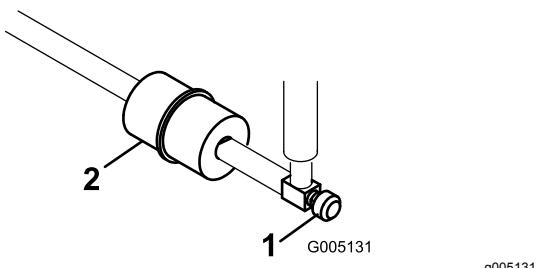

Figura 44
Il filtro del carburante in linea si trova nella linea del carburante tra il serbatoio del carburante e il carburatore (Figura 44).
1. Chiudete la valvola di intercettazione del carburante (Figura 44).
2. Posizionate una bacinella di spurgo sotto il filtro, allentate la fascetta stringitubo sul lato del carburatore del filtro e rimuovete la linea del carburante dal filtro (Figura 44).
3. Allentate l'altra fascetta stringitubo e rimuovete il filtro (Figura 44).